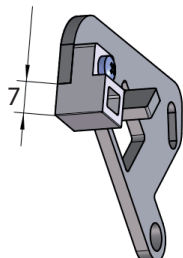

Figura 1
- 3-5 mm: Montar la tapa como se muestra en la figura 1 (girada 180° en relación con el estado de entrega)